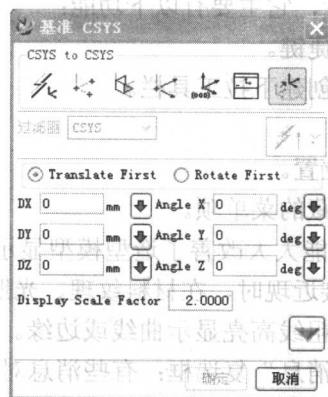

图 1.3 “基准 CSYS”对话框
(3) 基准 CSYS：改善了“基准 CSYS”对话框，增加了“Display Scale Factor”文本框及通过设置移动增量和旋转角度来偏置 CSYS 对象的功能，如图 1.3 所示。